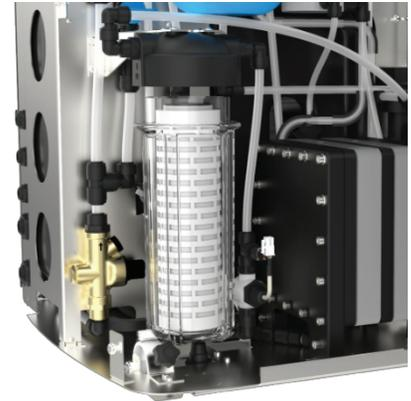

Fig. 1
3. A l'aide des outils fournis dans le kit d'installation, DÉVISSER le bol du filtre (Fig. 1).